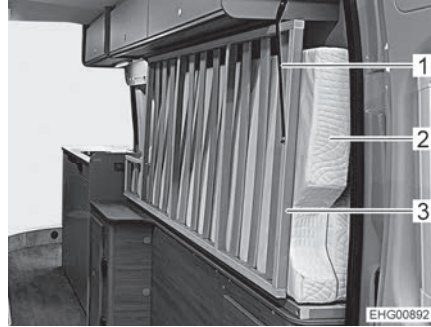

Bild 54 Rehtes Bett in Transportposition
- Matratze (Bild 54,2) des rechten Betts (in Fahrtrichtung gesehen) längs zusammenklappen und auf der Kante stehend ganz nach außen schieben (siehe Bild 54).
- Bettrost (Bild 54,3) des rechten Betts nach oben klappen.
- Hinteres Ende des Bettrosts mit Halteband (Bild 54,1) sichern.